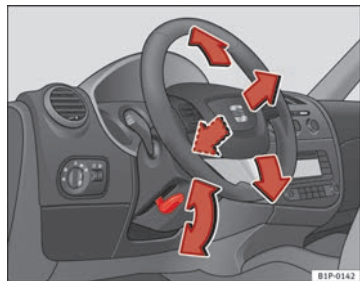

Abb. 114 Lenkradposition einstellen
- Schwenken Sie den Hebel \Rightarrow Abb. 114 unter der Lenksäule nach unten $\Rightarrow \triangle$.